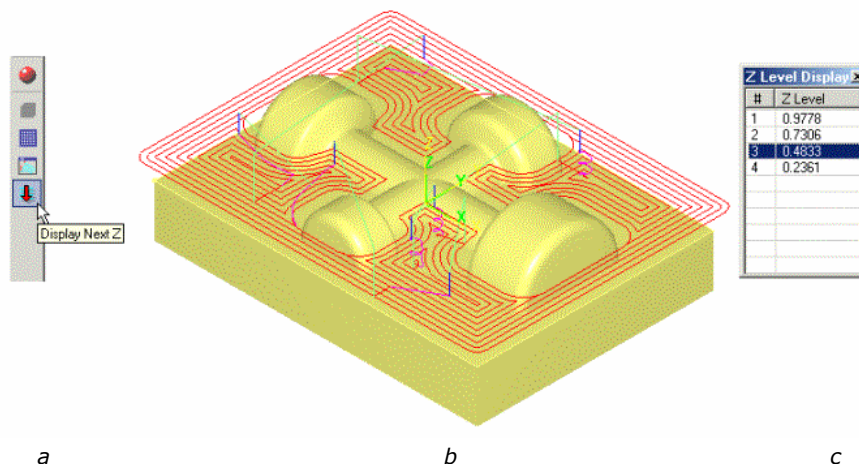

Figura 17. Afișarea traiectoriei sculei nivel cu nivel
10. Pentru a putea descifra cu ușurință detaliile traiectoriei, se poate opta pentru a afișarea acesteia nivel cu nivel. Astfel, în bara **View** se alege pictograma **Display Next Z** (figura 17.a), ceea ce va avea ca rezultat afișarea traiectoriei sculei pentru un nivel Z (figura 17.b), afișat într-o fereastră alăturată (figura 17.c). Această fereastră permite selectarea succesivă a nivelelor pentru vizualizarea deplasării sculei.